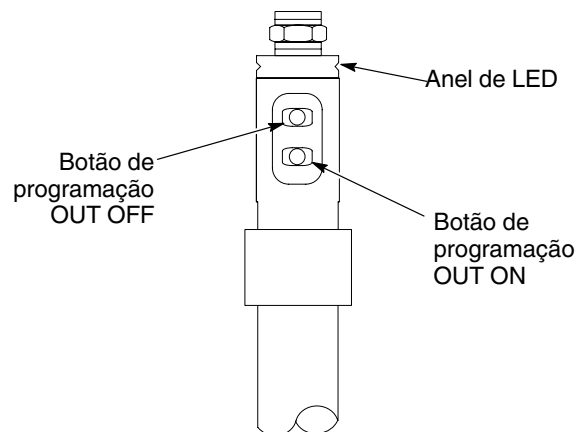

Figura 4-3 Programação da ponta de contacto do sensor de nível com dois botões
3. Consulte a figura 4-3. Prima o botão de programação OUT OFF até o anel de LED piscar lentamente a amarelo.
2. Consulte a figura 4-3. Prima o botão de programação OUT ON até o anel de LED comute de piscar lentamente para piscar rapidamente.